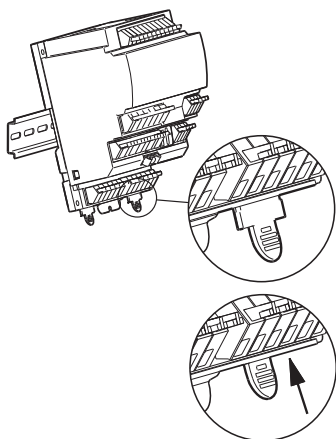

Fig. 5 Montagem em calha DIN
2. Empurre as patilhas de bloqueio (pos. 1) para o módulo conforme demonstrado na fig. 5.